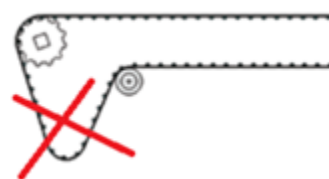

Figura 2
**Catenária:** As correias de tração positiva em geral trabalham sem tensionamento e isto resulta na formação de catenárias na tramo inferior e nas regiões sem sustentação. Em transportadores horizontais a tendência natural é a formação de catenária imediatamente depois das rodas de acionamento. É necessário evitar nesta região catenárias que comprometam o bom funcionamento. (Figura 2)